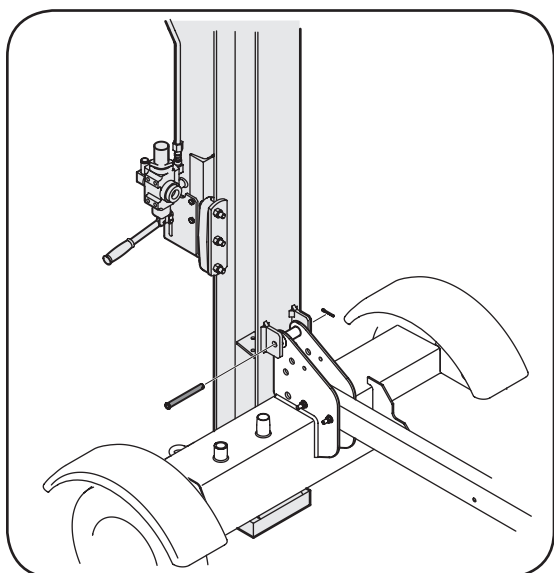

Figura 3-7
4. Inserte el pasador de horquilla a través de las ménsulas en la viga y tanque del depósito. Asegure con el pasador de chaveta torciendo los extremos del pasador en direcciones opuestas. Vea la Figura 3-7.